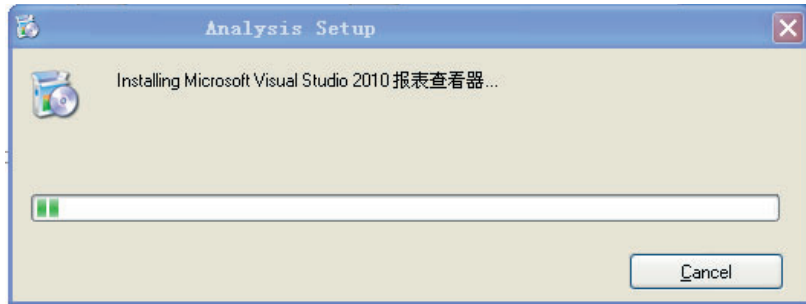

图 2-7
3. 安装过程需要 7-10 分钟左右，如图 2-7 所示：